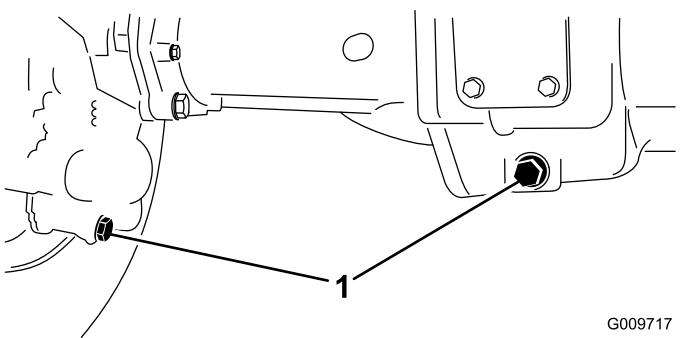

Figura 57
- Pulite attorno ai 3 tappi di spurgo, 1 per lato ed 1 in centro (Figura 57).